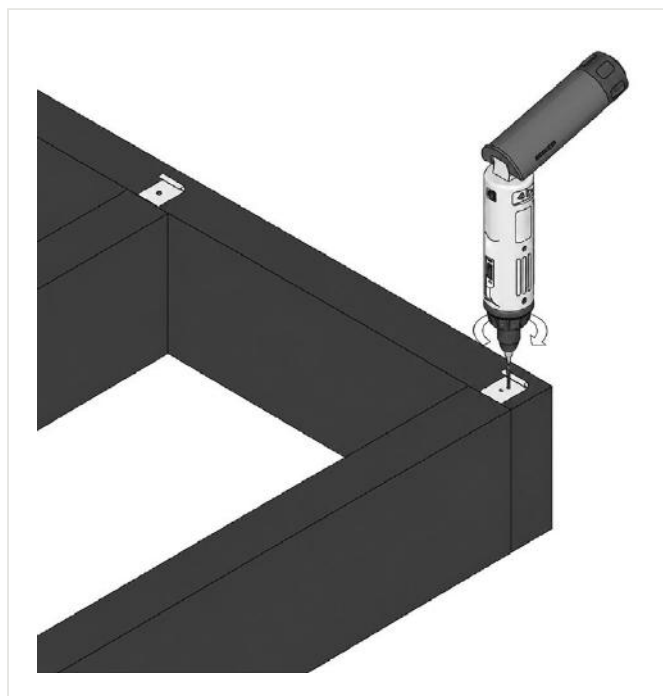

FIG. 17 – TABLA DE BORDE – CLIPS DE INICIO EN EL RASTREL EXTERIOR
- 02 Fije los clips de inicio al rastrel exterior (fig. 17) a intervalos de 300 mm.